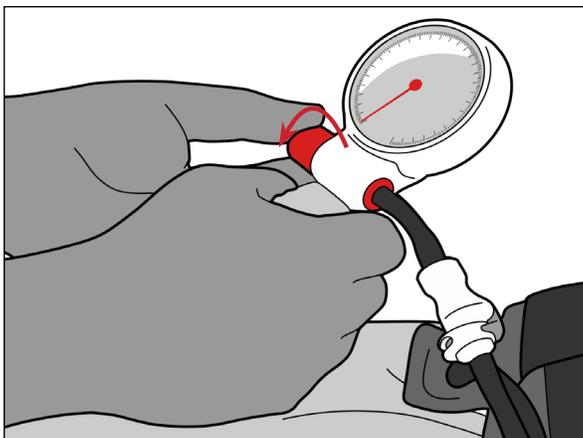

Рис. 8
1. Сперва закройте клапан, повернув ручку на себя (рис. 8).